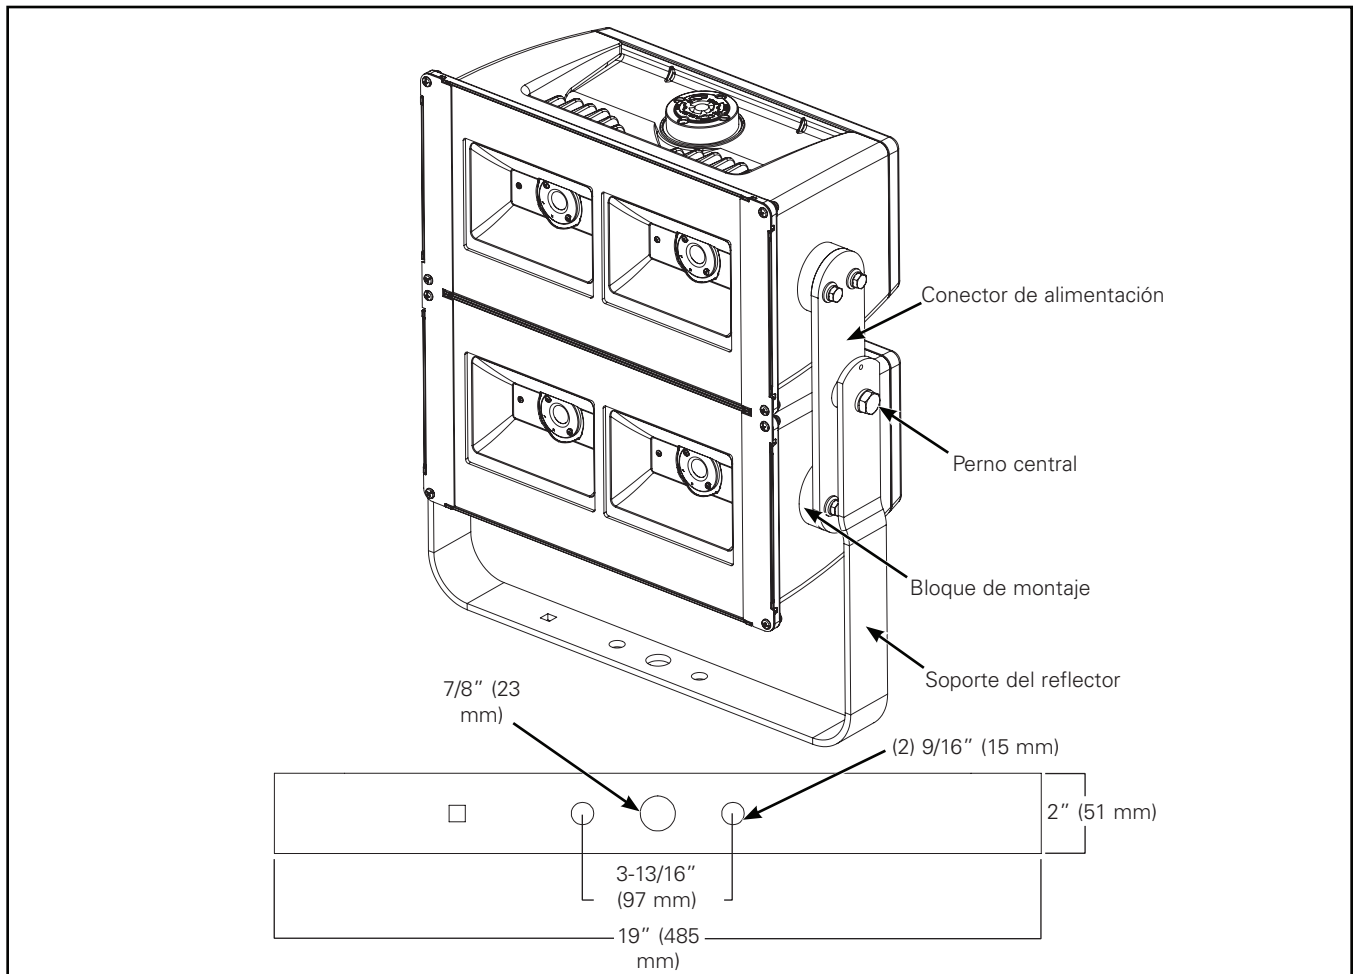

Figura 3.
Montaje en horquilla de articulación (Figura 3.)
2. Afloje los (2) pernos centrales sin quitarlos. (Figura 3.)